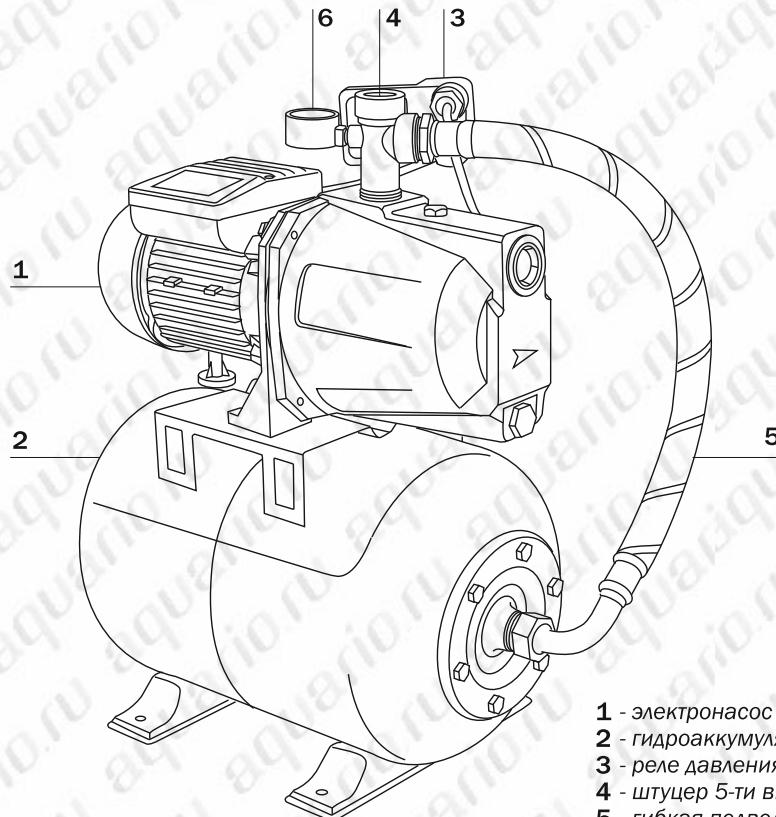

рис. 6
**Насосная станция** – это автоматический агрегат, в состав которого кроме насоса входят: гидроаккумулятор, реле давления, контрольная и соединительная аппаратура. Функционально насосная станция отличается от насоса тем, что она постоянно поддерживает давление в системе водоснабжения и автоматически включается/выключается в зависимости от пользования водой. Рис. 6.